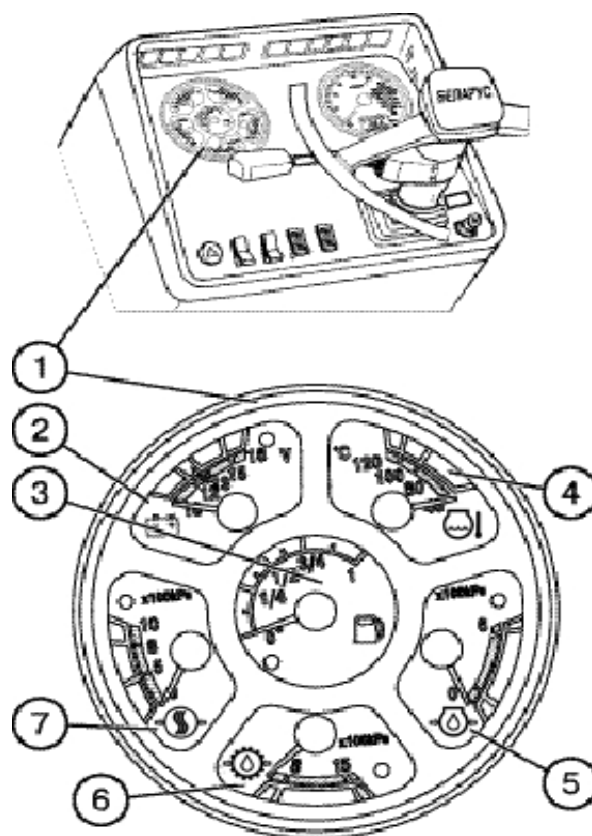

Рис. 7. Комбинация
1.14 Комбинация приборов (рис. 7)